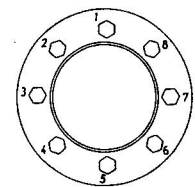

図17 クランプねじ締付け順序
3. クランプねじを図17の要領で徐々に時計方向あるいは反時計方向に順に締付けます。対角にはありませんのでご注意ください。クランプねじはトルクレンチを用い締付けトルクMsの値まで数回に分けて締付けます。このときクランプディスクのすきまWを一定に保つようご注意ください。